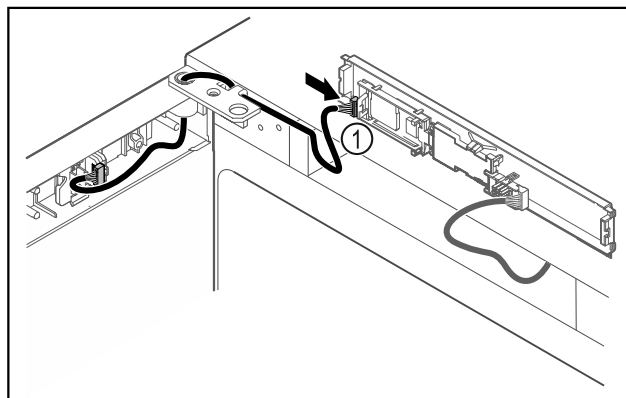

Fig. 45
- ▷ Sett pluggen Fig. 45 (1) inn i kretskortet.